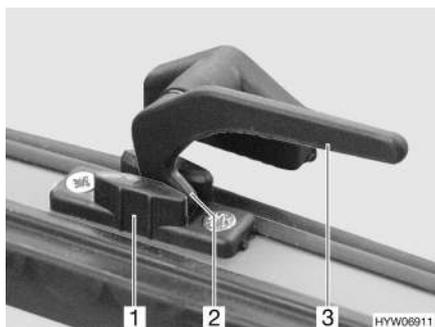

Fig. 16 Palanca de bloqueo en la posición de "ventilación continua"
- En la posición "ventilación continua" (Fig. 16)
- Girar la palanca de bloqueo (Fig. 16,3) un cuarto de vuelta hacia la mitad de la ventana.
- Girar de nuevo hacia atrás la palanca de bloqueo. El saliente de bloqueo (Fig. 16,2) se ha de introducir para ello en el rebaje del bloqueo de la ventana (Fig. 16,1).